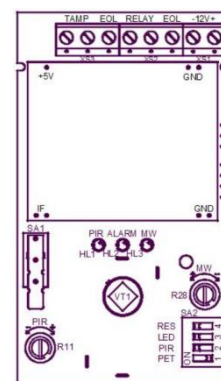

Рис. 2. Внешний вид платы извещателя
На плате обозначены (см. рисунок 2):
- подключить провода к клеммам подключения в соответствии с их назначением (см. рисунок 2);
- осмотреть плату извещателя. Переключатель SA2.3 (LED) должен быть установлен в положении «ON» (см. рисунок 2). Заводская установка – положение «ON»;
Для регулировки дальности обнаружения извещателя по ИК-каналу используется потенциометр R11 (PIR) (см. рисунок 2).
Срабатывание ИК-канала контролируется по загоранию зеленым цветом светодиода HL1 (см. рисунок 2) при движении в зоне обнаружения.
Для регулировки дальности обнаружения извещателя по МВ-каналу используется потенциометр R28 (MW) (см. рисунок 2).
Срабатывание МВ-канала контролируется по загоранию желтым цветом светодиода HL3 (см. рисунок 2) при движении нарушителя в зоне обнаружения.
Для установки иммунитета используется переключатель SA2.1 (PET) (см. рисунок 2):